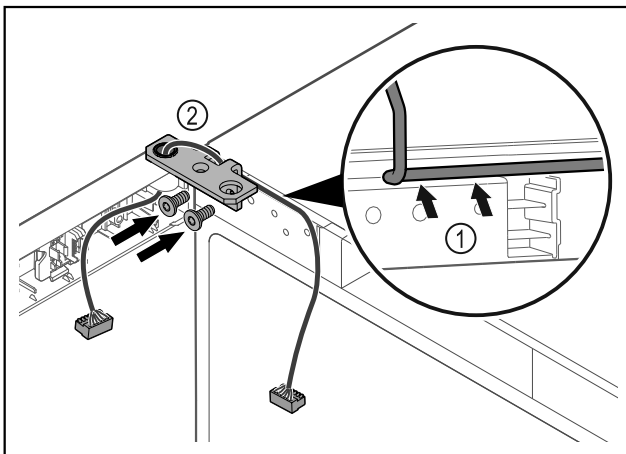

Fig. 48
- ▶ Prakiškite laidą pro šarnyrinio kampuočio angą ir atsargiai nutieskite Fig. 48 (1).
- ▶ Prisukite šarnyrinį kampotį Fig. 48 (2).